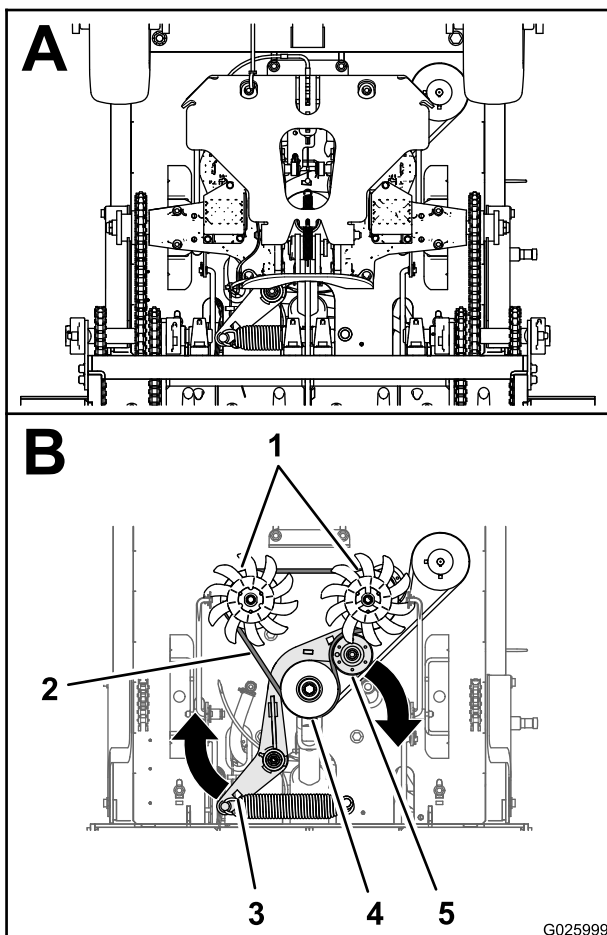

Figura 52
2. Introduzca una barra de expansión en el zócalo del soporte de tensión de la correa y mueva el soporte hacia afuera y hacia adelante (Figura 52).
3. Saque la correa de la transmisión nueva alrededor de las poleas del motor, tensor y de la transmisión (Figura 52).
4. Pase la correa nueva alrededor de las poleas del motor, tensor y de la transmisión, según se muestra en Figura 52.
5. Libere el soporte de tensión de la correa y deje que el muelle tense la correa (Figura 52).